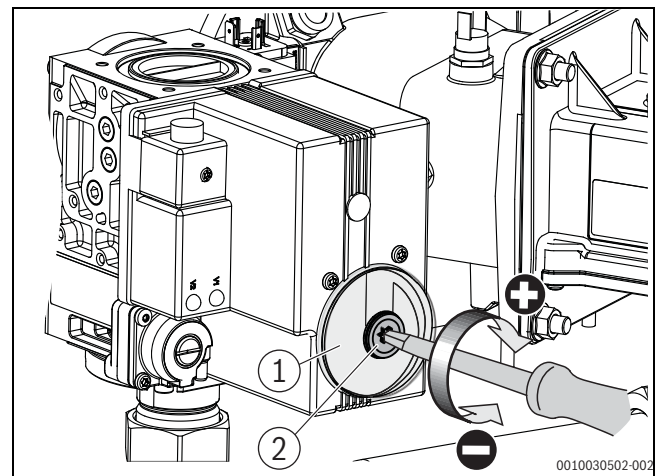

Bild 16 O₂-Gehalt bei Volllast einstellen (Kesselgröße 150 kW – 300 kW)
- ▶ Schutzkappe an der Gasarmatur abnehmen (→ Bild 16).
- ▶ O₂-Werte an der Volllast-Einstellschraube auf 5,7 ± 0,4 % einstellen (→ Bild 16).